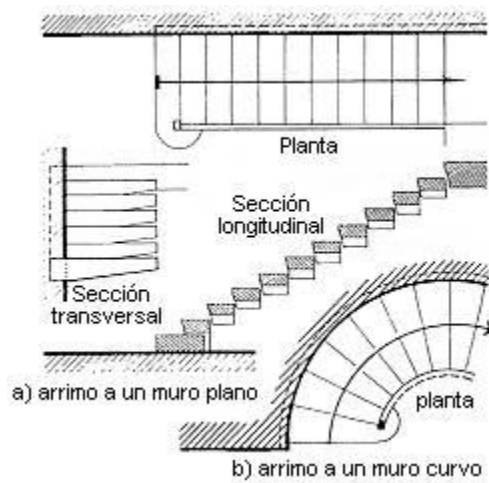

Fig 5: Escalera de arrimo o adosada
- De arrimo o adosada: Se desarrolla a lo largo de un muro recto o curvo, en el cual se apoya, quedando empotrados los peldaños. (Fig 5 a y b).